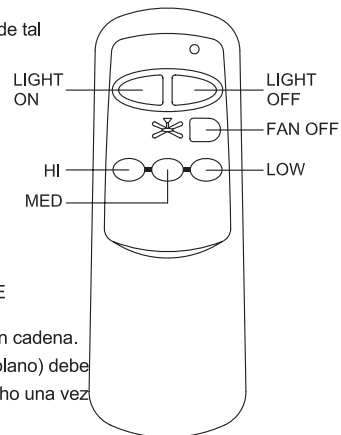

Fig. 1.1
3. Efectúe la instalación del cableado como se muestra en las fig. 1.1 y 1.2. El sensor IR debe colocarse fuera de la cubierta. La posición final depende de las condiciones del receptor IR (fig. 2).